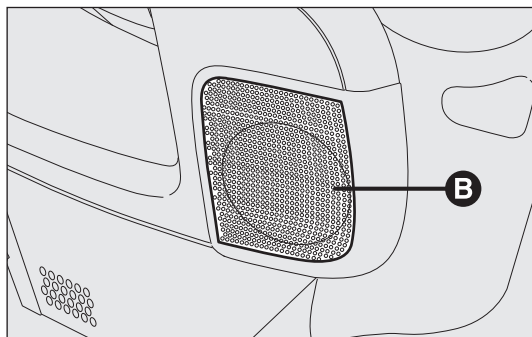

fig. 133
- 2 st. mid-woofer B som sitter på framdörrarna (165 mm diameter, max. 40 W vardera) fig. 133.